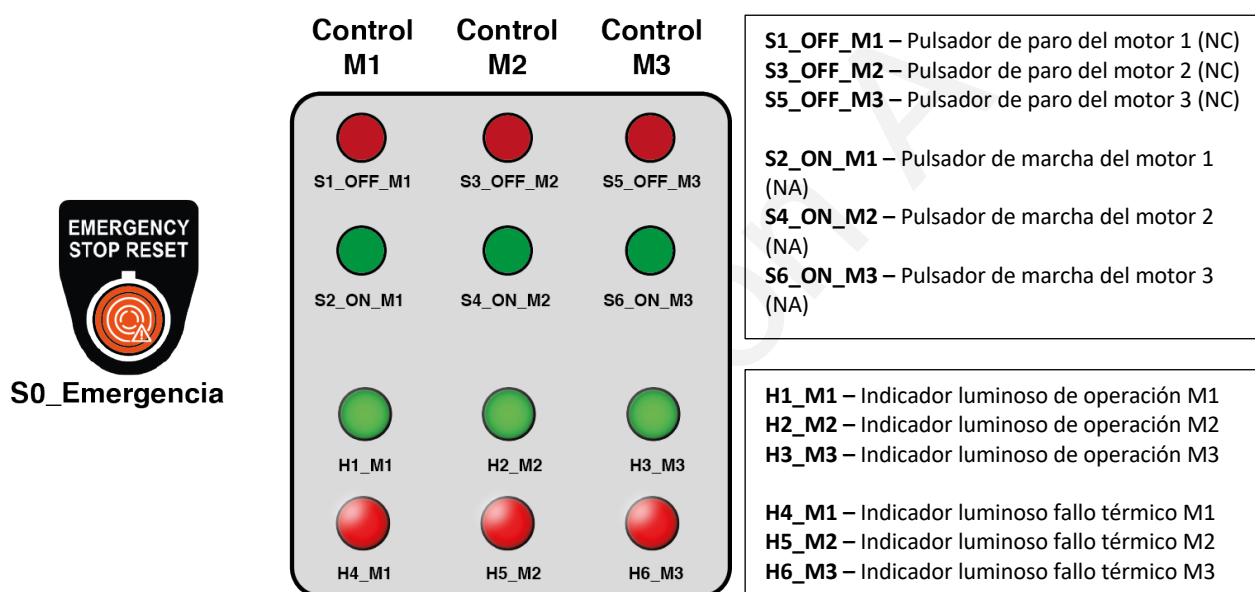

Ilustración 5: Sinóptico del sistema
- D. El control del operario dispondrá de un sinóptico similar al que puede observarse en Ilustración 5.